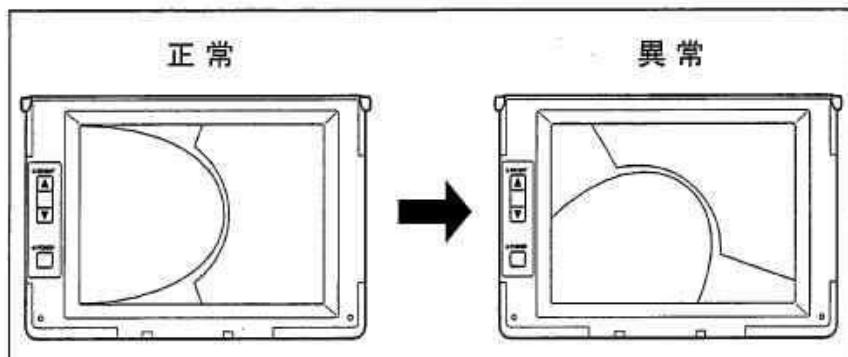

図 4.2
- IV7620X2, IV7630X2 と側視ミラー アダプターを組み合わせて使用している場合で、検査対象物への挿入中、図 4.2 のように観察画像の全体が左右方向を向いていたり、回転したり、挿入部を動かすとぐらぐらしたりしているときは、側視ミラー アダプターがスコープ先端からはずれかかっています。そのまま使用すると側視ミラー アダプターがスコープから脱落するおそれがあります。このような場合は、直ちに使用を中止しスコープを静かに引き出し、手順に従い、もう一度確実に側視ミラー アダプターを取り付けてください。（図 4.2 参照）